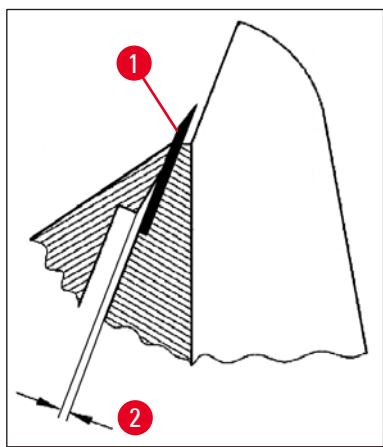

図37
- ・ネジ(→図36-4)でプレッシャープレート(→図36-2)を調整し、プレッシャープレートの上縁のみで替刃に圧力がかかるようにします。ギャップが確認できること(→図37)。この調整には小型ドライバー(約3.0×70)が必要です。